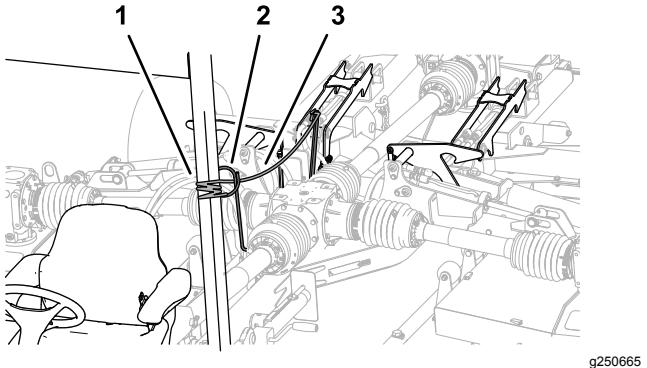

Figura 38
3. Tirate e fissate la fune di bloccaggio del piatto di taglio (Figura 38).